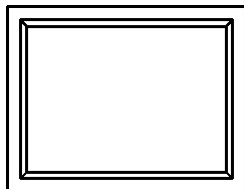

图 17.5.6 绘制其余直线
Step6. 绘制图 17.5.6 所示的其余直线。具体操作可参照 Step5。